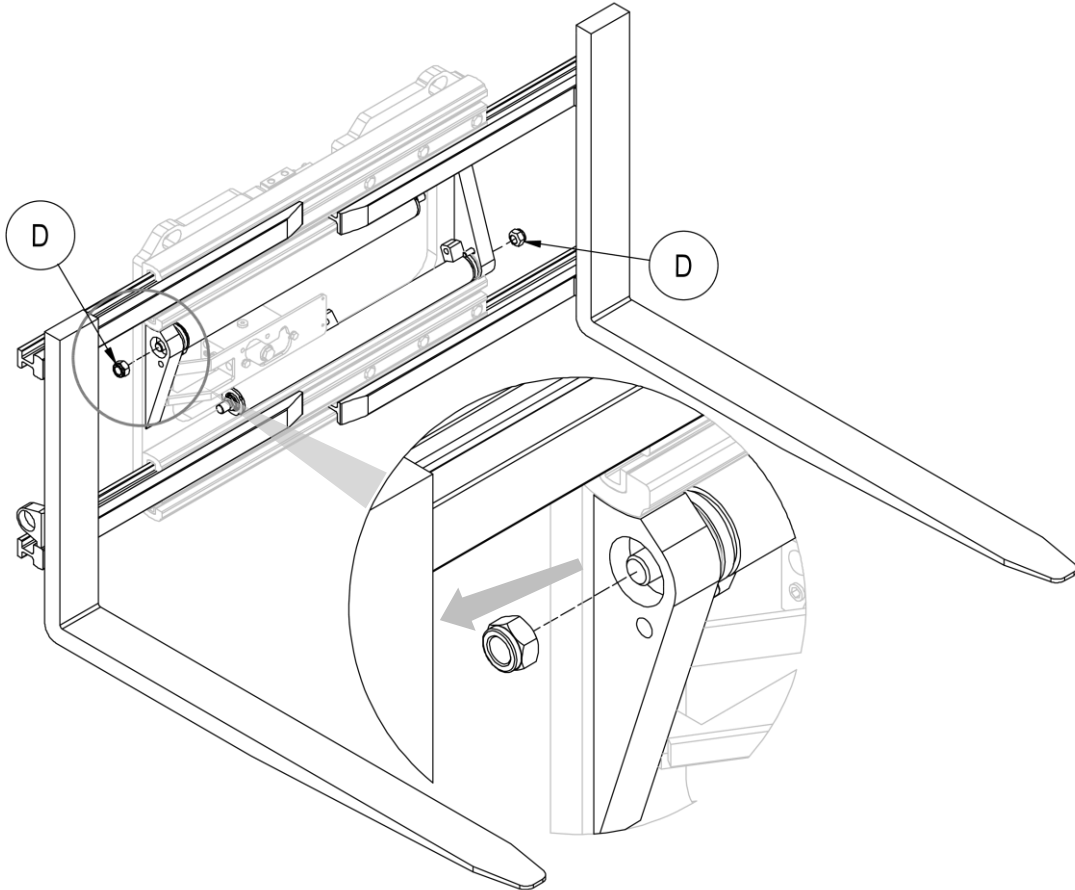

Figura 28
7. Quitar las tuercas **D** que unen los cilindros a la estructura del implemento y quitar los cilindros mismos, cuidando de no dañarlos (mira *Figura 28*).